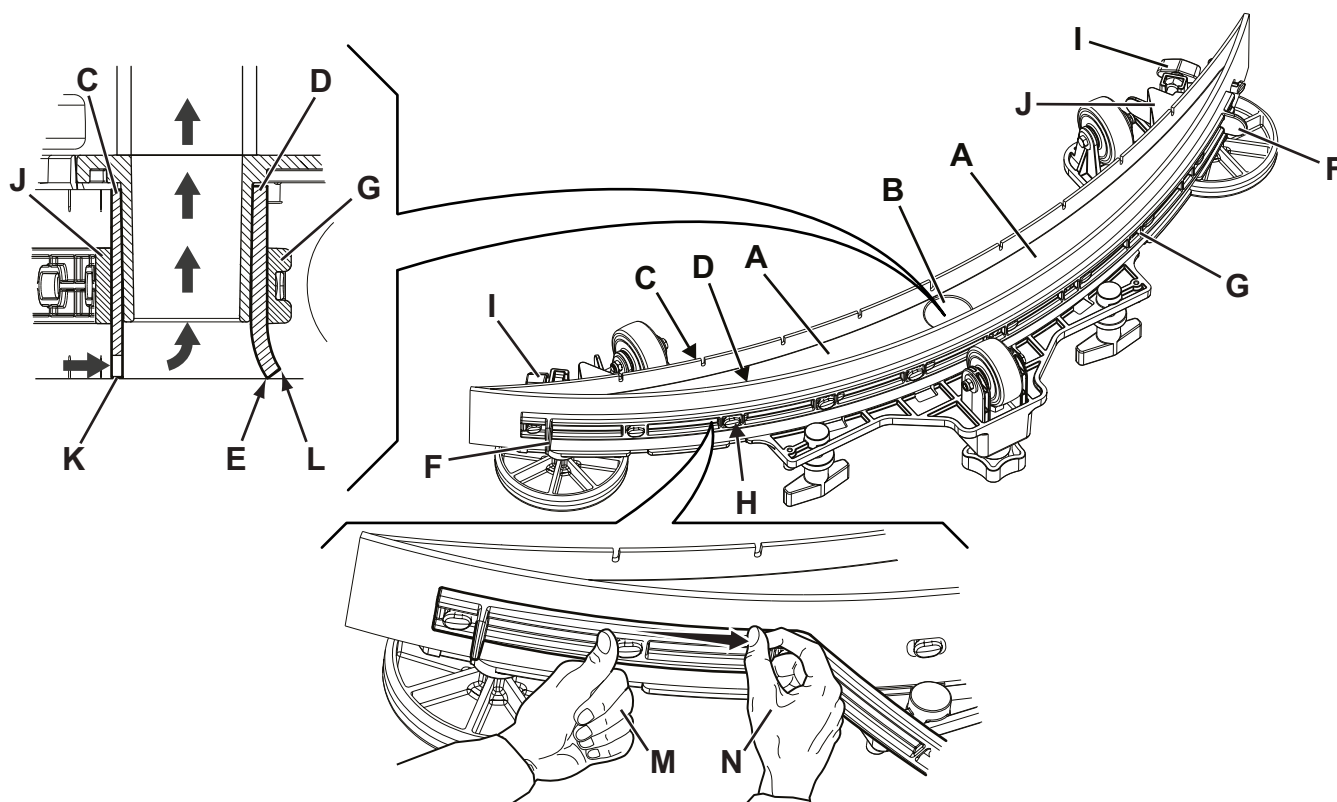

Рис. 7
2. Убедитесь, что машина отключена и ключ зажигания (41) извлечен (при наличии).
3. Ослабьте маховики (14) и снимите швабру (29).
4. Вымойте и очистите швабру. В частности, очистите отсеки (А, Рис. 7) и отверстие (В). Проверьте состояние переднего (С) и заднего (D) скребков. При наличии повреждений замените их, как показано ниже.
2. Проверьте состояние переднего (С, Рис. 7) и заднего (D) скребков. При наличии повреждений замените их, как показано ниже. Проверьте, не изношен ли передний угол (Е) заднего скребка; в противном случае переверните скребок, чтобы поменять местами изношенный угол с целым. Если и другие углы изношены, замените скребок в следующем порядке:
- Используя перемычку (F) выдвиньте и снимите эластичную планку (G), а затем поверните или замените (H) задний скребок (D).
- Установите задний скребок, действуя в обратной последовательности. Прикрепите эластичную планку (G) к креплениям (H), начиная с одной стороны. Чтобы облегчить процедуру крепления, закрепляйте крепления по одному за раз, фиксируя планку перед креплением одной рукой (M) и тяните ее другой рукой (N).
- Отвинтите маховики (I) и снимите планку (J), затем поверните или замените передний скребок (C).
3. Установите швабру (29) и закрутите маховики (14).
- Убедитесь, что край (K) переднего скребка (C) и край (L) заднего скребка (D) размещены как показано на рисунке.
- Используйте рукоятку (15) для регулирования.